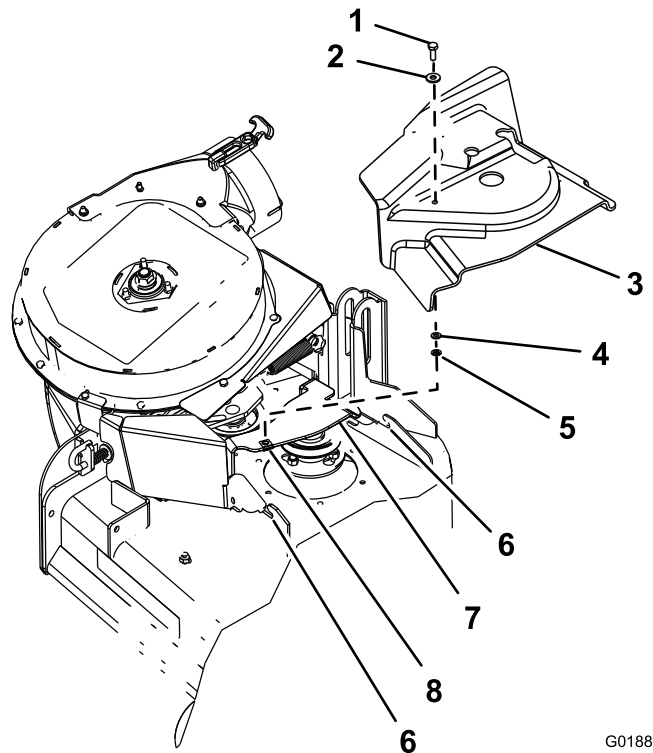

図 11
- 図 11に示すように、ワッシャ（5/16 x 3/4 インチ）を六角ヘッドボルト（1/4 x 3/4 インチ）に組み付ける。
- OEM ブロー&ドライブ・キットからのボルトとワッシャを、ベルトカバーの上部の穴に取り付ける（図 11）。
- ベルトカバーの下から、ワッシャ（1/4 x 1/2 インチ）とリテーナを、六角ヘッドボルトのねじ山に取り付ける（図 11）。
- ベルトカバーを、デッキフランジのノッチに合わせる（図 11）。
- 六角ヘッドボルトで、ベルトカバーをカバーブラケットに固定する（図 11）。